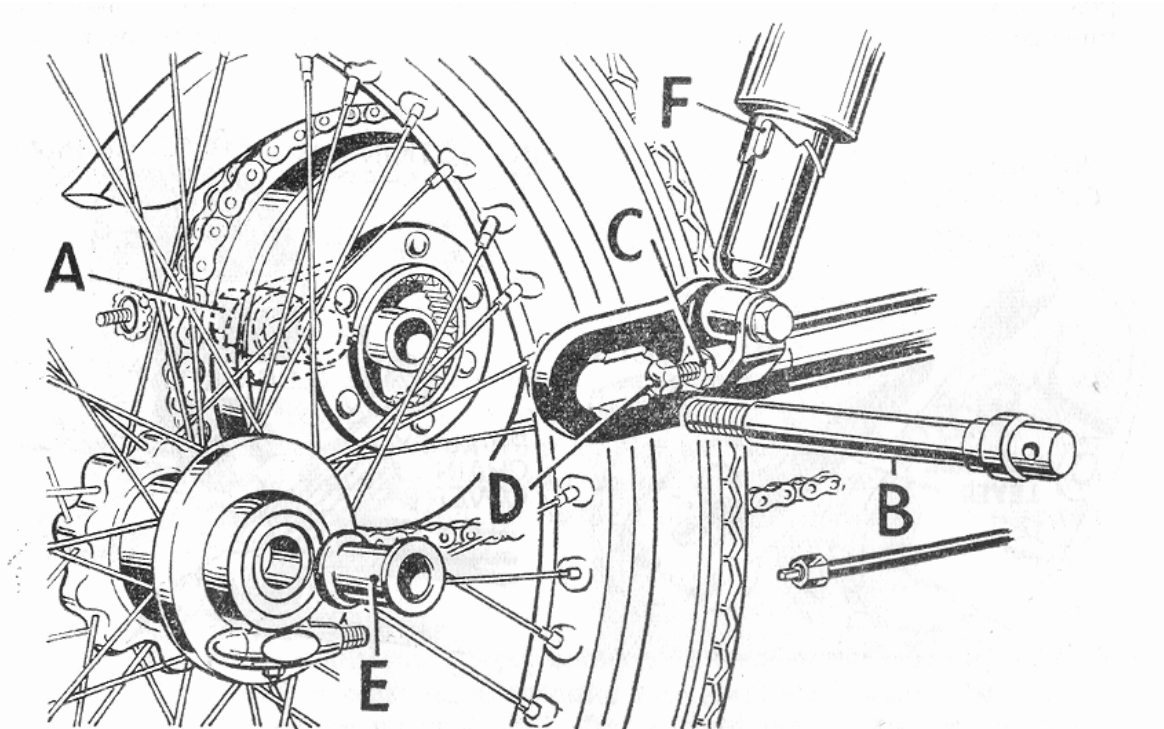

Fig 20. Bakhjulet lossas. Synligt är också bakhjulets bultar för att flytta hjulet (D).
Ställ motorcykeln på centralstödet. För att justera drivkedjan måste bakhjulet flyttas. Först lossas bromssköldens momentstag genom att dess mutter lossas något varv. Släpp på hjulaxeln (B) (Fig 20) några varv på maskinens högra sida och sedan på muttern (A) så mycket att hjulet kan flyttas.